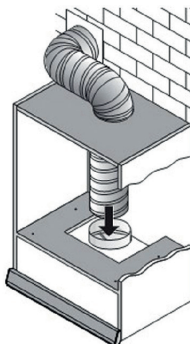
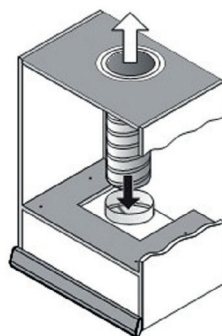

Рис. 3
Рис. 4
4. Соедините воздухопровод с адаптером вытяжки. (Рис. 3) Выведите другой конец воздухопровода в вентиляционный канал или шахту. (Рис. 4)